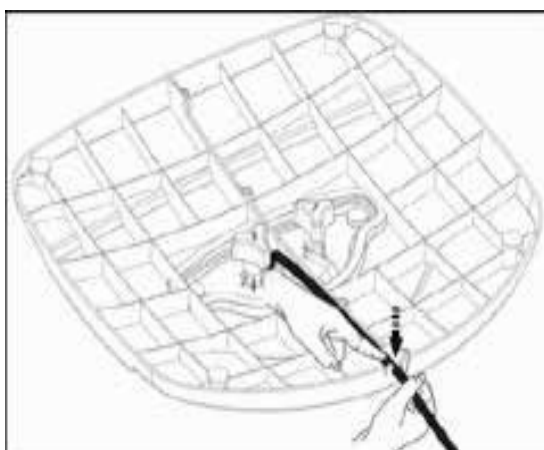

Figure : 3
- Poussez et insérez le câble d'alimentation au trou qui est situé à l'arrière du support comme indiqué sur la Figure 3.